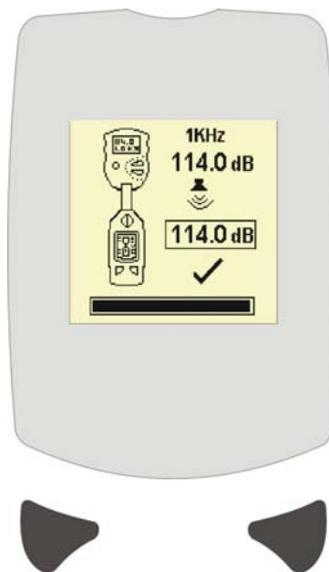

图 6 校准完毕屏幕
5. 按左键 (A) ✓ 执行校准，或按右键 (B) X 退出。校准完成后，“校准完毕”屏幕将显示（请参阅图 6）。